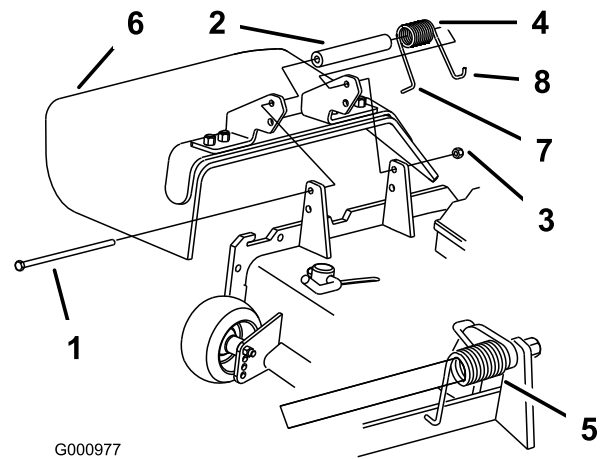

Figure 80
1. Retirez le contre-écrou, le boulon, le ressort et l'entretoise qui fixent le déflecteur aux supports de pivot (Figure 80). Enlevez le déflecteur s'il est endommagé ou usé.
Remarque: Prenez soin de placer l'extrémité en **L** du ressort derrière le bord du plateau avant de mettre le boulon en place, comme indiqué à la Figure 80.
3. Remettez le boulon et l'écrou. Accrochez l'extrémité en **J** du ressort au déflecteur d'herbe (Figure 80).